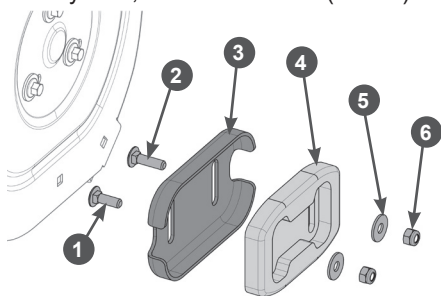

Рис. 9. Установка ползков
- Вставьте в квадратные отверстия в кожухе шнеков (изнутри кожуха) болты с полукруглой головкой M8×25 (1) и M8×30 (2) (Рис. 9). Более длинные болты M8×30 (2) используются для установки в отверстия в глубине кожуха для крепежа нижней накладки кожуха шнеков (Рис. 9). Далее, установите ползков (3 или 4), установите шайбы M8 (5) с внешней стороны ползка и закрутите гайки M8 (6) самоостопорящиеся с неметаллической втулкой, не затягивая их (Рис. 9).